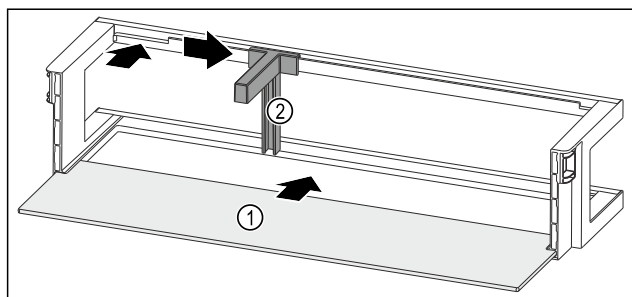

Fig. 252 Rafti i derës me raft mbajtës
- Futni raftin mbajtës Fig. 252 (1) në foletë anësore.
- Vendosni mbajtësen e shisheve Fig. 252 (2) te foleja.
- Shtyni anash mbajtësen e shisheve Fig. 252 (2) në pozicionin që dëshironi.